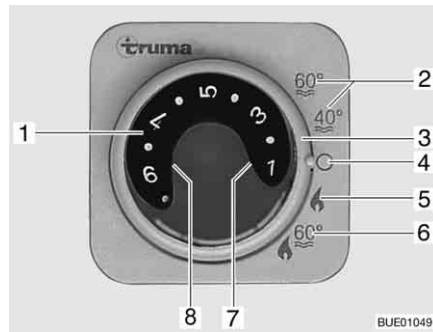

Fig. 195 Unidade de comando para o aquecimento/termoacumulador
- Regule o modo de serviço com o interruptor rotativo (Fig. 195,3).
O aquecimento escolhe automaticamente o nível necessário do queimador de acordo com a temperatura ambiente desejada. Quando é atingida a temperatura ambiente pretendida, o queimador desliga-se. A temperatura ambiente é medida com o sensor da temperatura que se encontra ao lado do painel de controlo. No modo de serviço "Aquecimento e termoacumulador" (Fig. 195,6) também é aquecida a água dentro do termoacumulador. O aquecimento pode ser posto a funcionar no modo de serviço "Aquecimento sem termoacumulador" (Fig. 195,5) com o termoacumulador vazio.
- Regule o botão rotativo da temperatura (Fig. 195,1) na unidade de comando para o nível de temperatura pretendido.
- Coloque o interruptor rotativo (Fig. 195,3) em funcionamento de inverno "Aquecimento sem termoacumulador" (Fig. 195,5) ou em funcionamento de inverno "Aquecimento e termoacumulador" (Fig. 195,6).
A luz piloto verde (Fig. 195,7) acende-se, indicando, ao mesmo tempo, o nível de temperatura escolhido.
A luz piloto amarela (Fig. 195,8), quando o termoacumulador está cheio, indica a fase de aquecimento da água.
- Coloque o interruptor rotativo (Fig. 195,3) em "O" (Fig. 195,4).